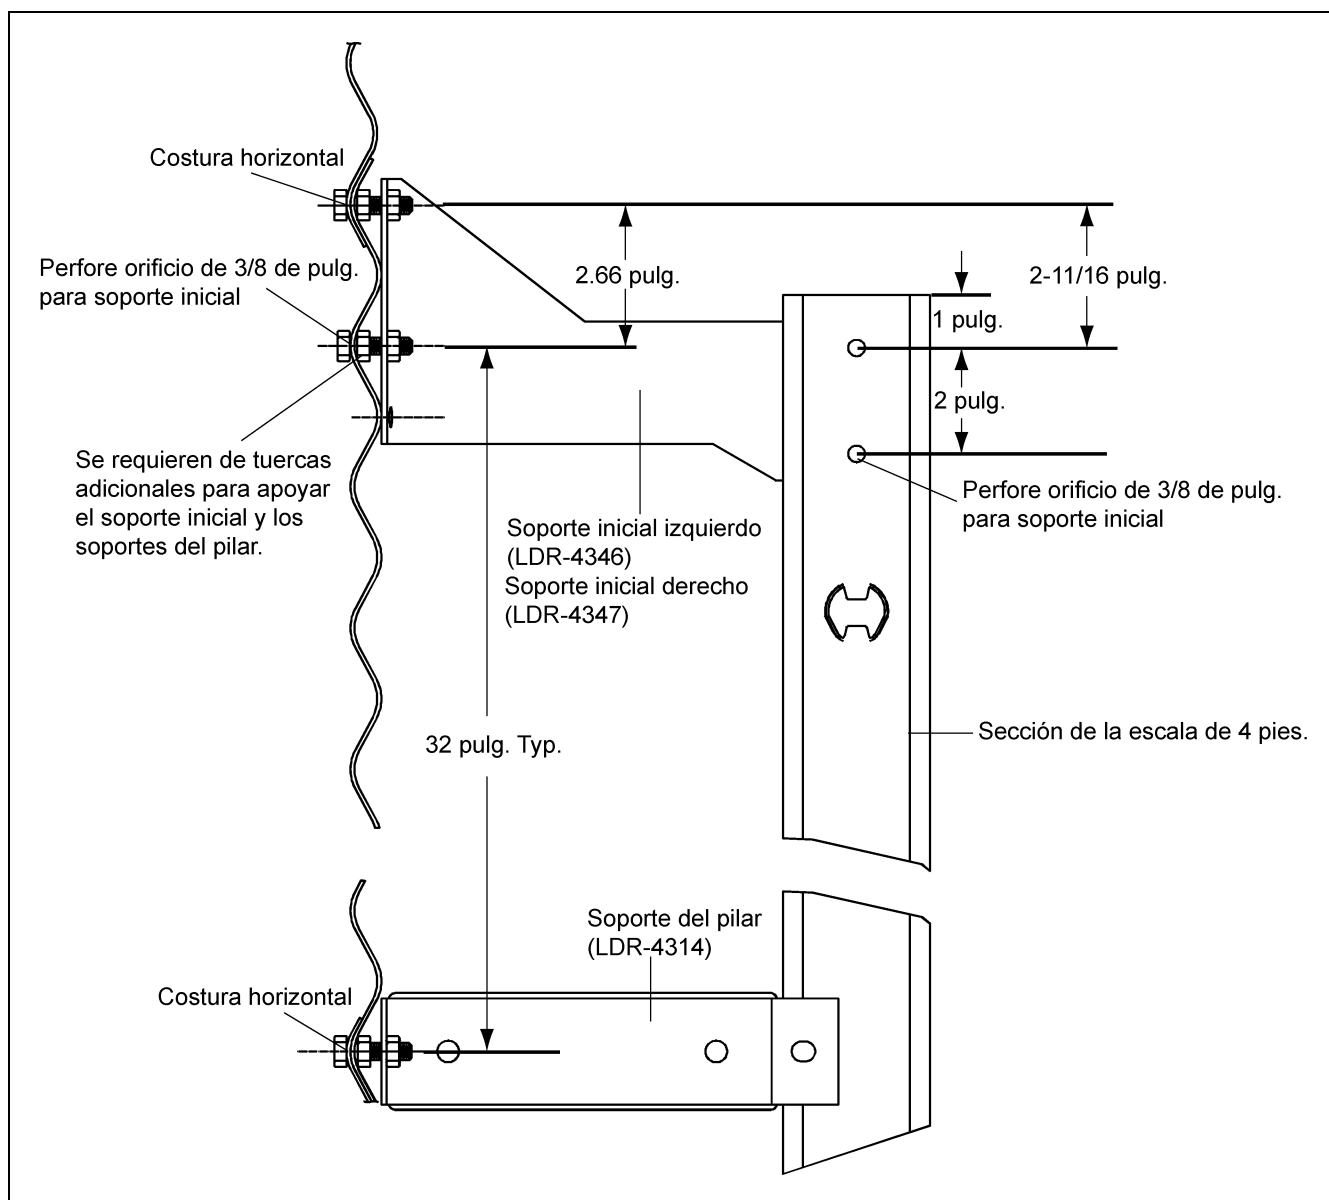

Figura 6U
Una vez que los dos (2) orificios de 3/8 pulg. se hayan perforado en el campo, una los soportes iniciales a la pared lateral como se muestra en la Figura 6U. Verifique la sección superior de la escala para cerciorarse de que los hoyuelos del peldaño de la escala estén a la tapa y conéctelos a soportes iniciales, utilizando los orificios ubicados a 1 pulg. de la parte superior de la escala. Vea Información general detallada en la Página 13 para la instalación adecuada de las secciones de las escalas adicionales que se requieran. Los soportes del pilar se deben instalar en las secciones de la escala y se deben unir a la pared lateral en cada junta horizontal (horizontal saeam) y se deben repetir cada 32 pulgadas hasta llegar a la base de la plataforma. (Utilice pernos para silo de 5/16 pulg. x 1 pulg. para todas las conexiones.) Además de los dos (2) orificios que se perforaron en el campo para el soporte inicial, es necesario, también, perforar en el campo un orificio de 3/8 de pulg. en la sección de la escala. Refiérase a cualquier sección de este manual que contenga información sobre la ubicación de las bases de las plataformas.